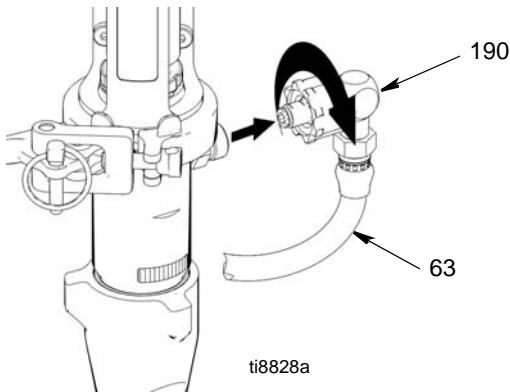

FIG. 14
4. (Abb. 14) Materialschlauchanschluss (190) und Materialschlauch (63) vom Pumpenanschluss abnehmen.